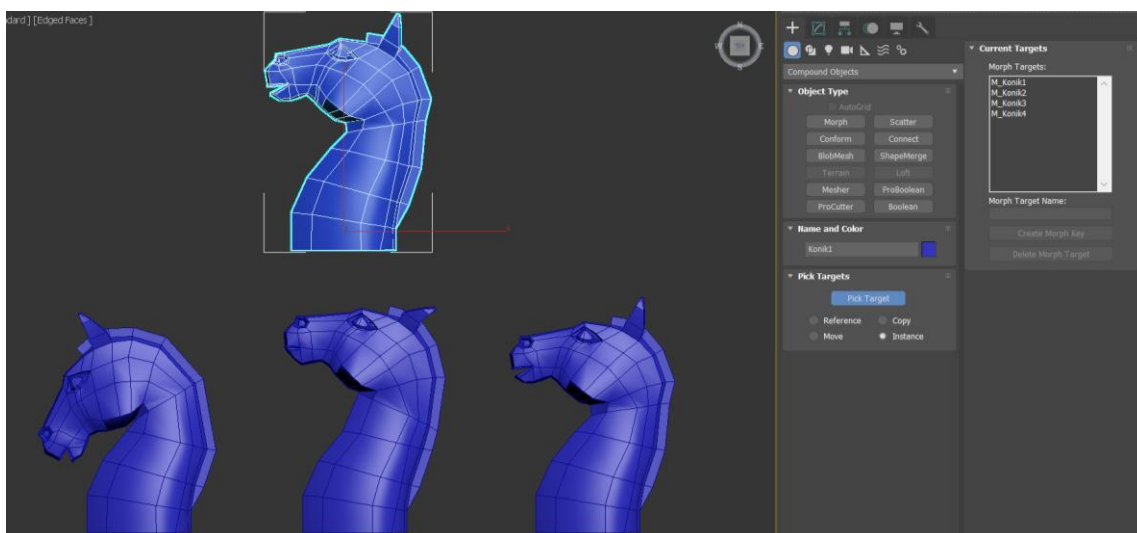

Рисунок 109 – Создание целей и настройка Морфинга
- **Морфинг (Morph)** – данный объект компоновки позволяет создавать без костную анимацию, например мимики персонажа. За счет некоего перетекания геометрии из одной формы в другую (рис. 109). Особенностью создания целей для морфинга является то, что количество точек в объекте должно быть неизменным, то есть деформация осуществляются с помощью изменения положения подобъектов;